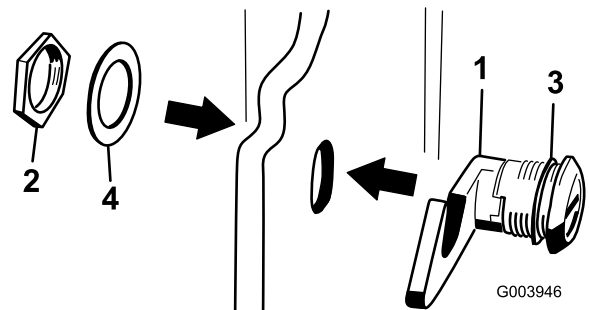

図 17
- フードラッチアセンブリからナットを取り外す 図 17。
- フードの外側から、ラッチのフック側をフードの穴に通す。ゴム製のシールワッシャが、フードの外側に残るようにすること 図 17。